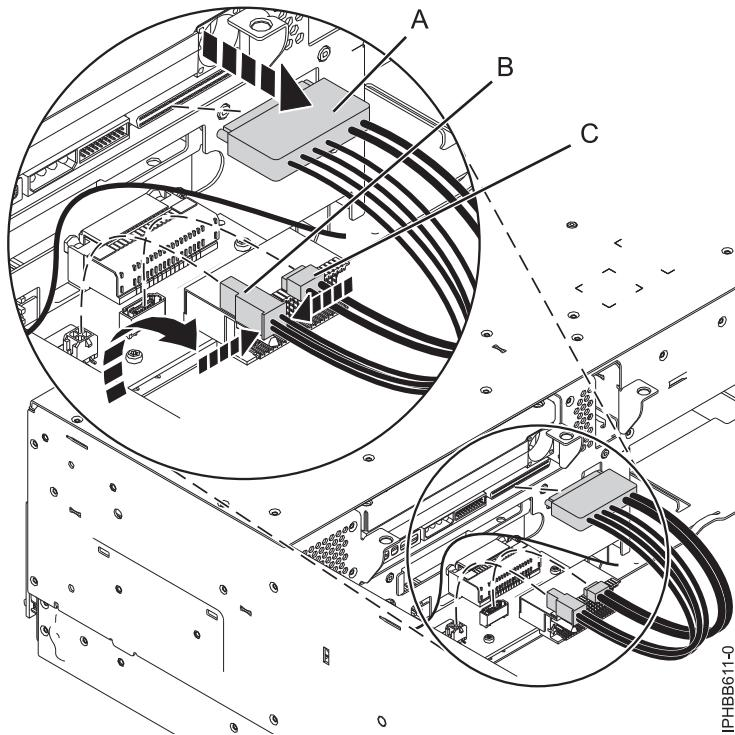

図5. ディスク・ドライブ・バックプレーンからのメディア・デバイス・ケーブルの切り離し
11. 図 5 に示すように、ディスク・ドライブ・バックプレーンの背面からケーブルを切り離します。外部 SAS ケーブルを接続していた場合、SAS ケーブルをディスク・ドライブ・バックプレーンから必ず切り離すようにしてください。外部 SAS ポートについて詳しくは、8233-E8B または 8236-E8C への外部 SAS ポートの取り付けを参照してください。